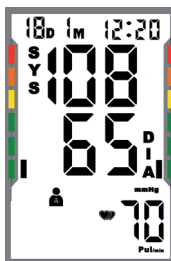

Abb. 7c
- Im Anschluss lässt Ihr **smartLAB[®]profi+** langsam Luft entweichen und beginnt mit der Blutdruckmessung. Abschließend werden Blutdruck und Pulsfrequenz errechnet und im Display angezeigt. Unregelmäßiger Herzschlag wird durch das entsprechende Symbol  im Display gekennzeichnet. Sobald Ihre Messwerte ermittelt worden sind, hört das Gerät auf Luft zu pumpen und die Manschette entspannt sich. In der Bi-Klassifizierungs-Skala an der linken bzw. rechten Display-Seite können Sie sehen, wie Ihr gemessener Wert einzuordnen ist (s. Abb. 7c). Das Messergebnis wird automatisch im ausgewählten Speicher abgelegt.